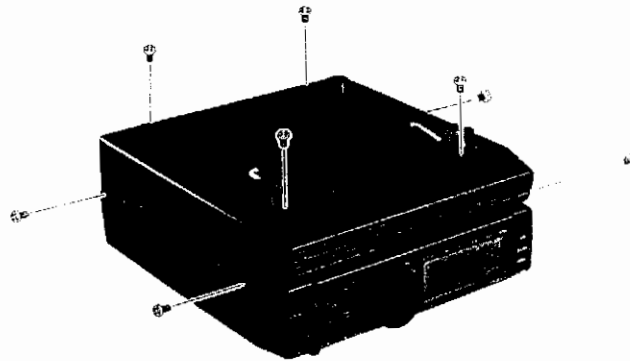

Figure 1: Dépose du capot inférieur
- Placer le transceiver à l'envers, sur une surface de travail plane, face arrière vers vous, et retirer les 8 vis fixant le capot inférieur (fig. 1). Enlever complètement le capot.